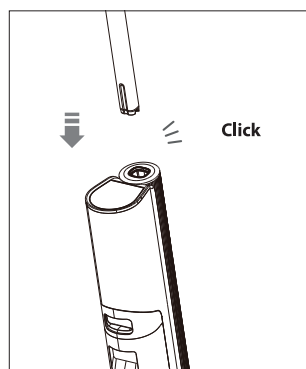

Fig. 4 – Montaggio dell'impugnatura
- ▶ Spingere l'impugnatura fino a battuta nel corpo dell'apparecchio finché non si inserisce in posizione con un clic. L'impugnatura deve essere saldamente inserita nell'apparecchio (vedere Fig. 4).